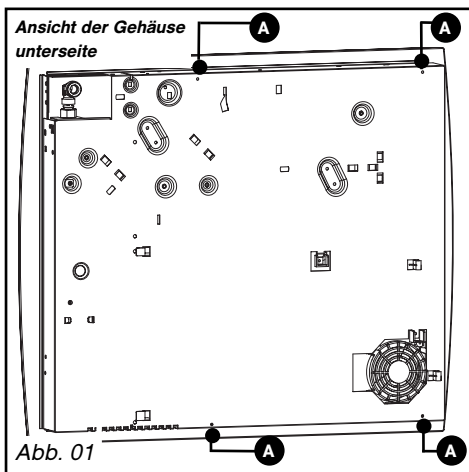
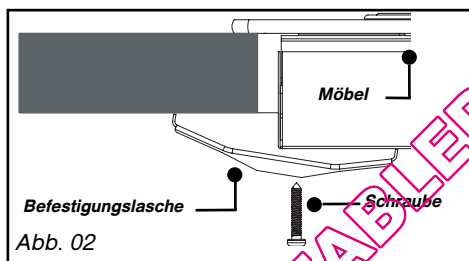

Abb. 01
Abb. 02
des Kochfelds und um die Dichtigkeit zwischen Gehäuse und Arbeitsplatte sicher zu stellen, muss die in der Tüte mitgelieferte Dichtung angebracht werden (Abb. 02).
– Wenn Sie wollen, können Sie Ihr Kochfeld mit den mitgelieferten Befestigungsglaschen mit den dazugehörigen vier Schrauben an den Ecken des Gehäuses befestigen (Abb. 02). **Unbedingt die dafür vorgesehenen Bohrungen gemäß obenstehender Abbildung nutzen (Abb. 01).**
– **Über einem Backofen (Abb. 01)**
Wir empfehlen hierzu einen Ausschnitt von 30 cm² hinten an einer der Seiten der Einbauaussparung (Abb. 01).